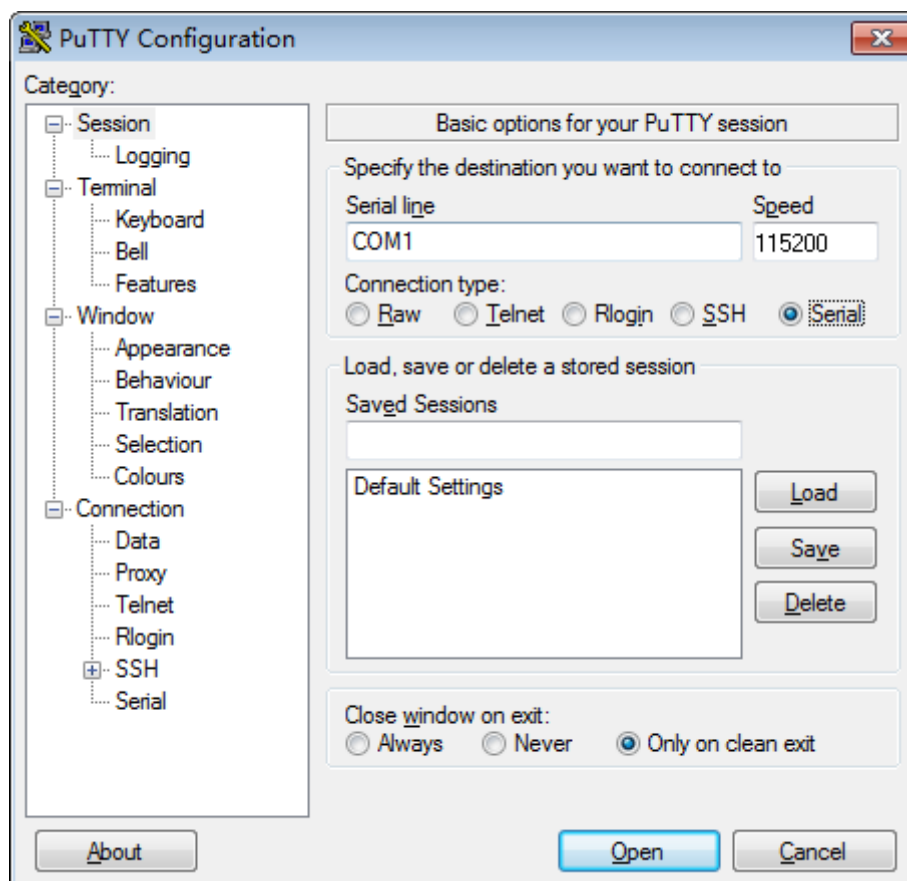

图 12-14 PuTTY Configuration
5. 选择“Connection type”为“Serial”，如图 12-14 所示。
6. 选择“Close window on exit”为“Only on clean exit”，如图 12-14 所示。